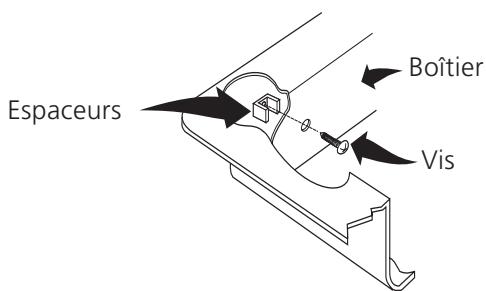

Figure 13
1. Insérez les 4 vis et espaceurs d'installation à travers les trous dans les murs verticaux du boîtier tel que montré à la figure 13.